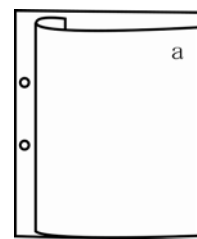

図1
- ・ b は、安易に穴を空けず前後のページ等も確認して、なぜ綴じ穴がないか推理し（例：図1）、封筒に入れるものは封筒交換の手順に従って作業する。